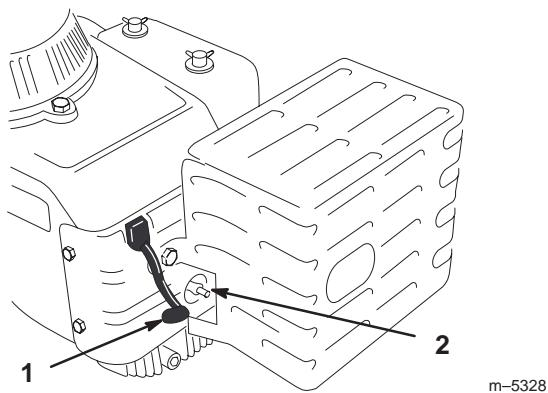

Figure 28
- Débranchez les fils des bougies (Fig. 28). Nettoyez la surface autour des bougies pour éviter que des impuretés endommagent le moteur en tombant à l'intérieur.
- Connectez les fils aux bougies (Fig. 28).